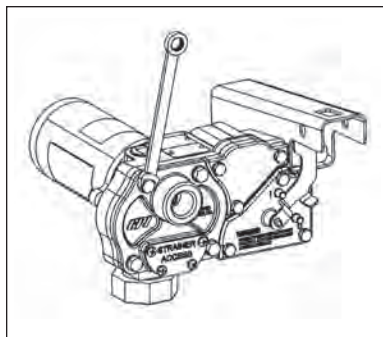

Figura 6
- Retire a tampa da engrenagem. (Figura 6)